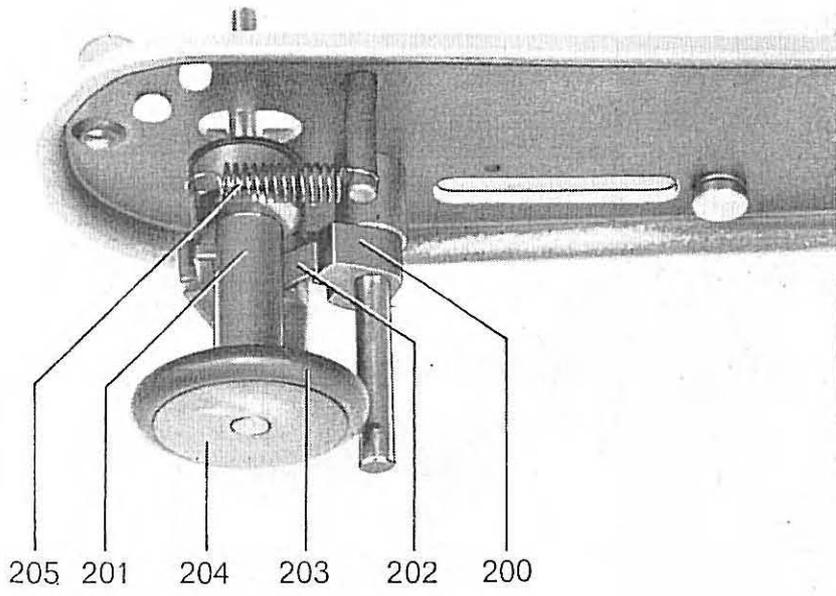

Fig. 29
24. Réglage du dévidoir (figs. 29 et 30)